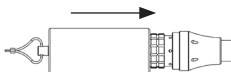

Figura 3
- Coloque a manga do conector na extremidade do conector da peça de mão eléctrica (Figura 3).
Atenção: A extremidade do conector da peça de mão eléctrica deve ficar selada com a manga do conector fornecida com a cesta (Figura 3).